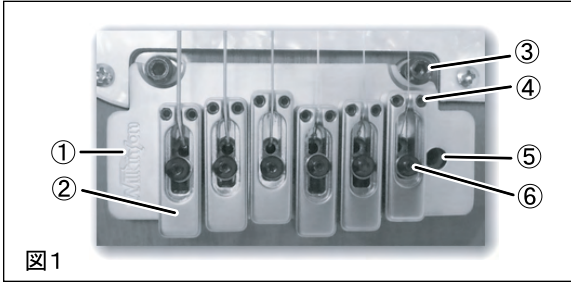

図1
◆トレモロアーム(付属)をトレモロアーム取付穴(図1-⑤)に挿し込みます。
まずネックの反りが適正で、チューニングがされており、かつブリッジが水平になっている状態にしてから行います。このトレモロユニットの特徴として、スタッドボルト(図1-③)、サドル弦高調整スクリュー(図1-④)はともに弦高調整の機能もっています。基本的にはスタッドボルトでトレモロ・ベースプレートの高さを設定し、サドルで各弦高を調整します。
- ・サドル固定スクリュー(図1-⑥)を緩めてロックを解除、サドル弦高調整スクリュー(図1-④)で調整します。
- ・1弦側のスタッドボルト(図1-③)を調整し、トレモロ・ベースプレートを上下させ17フレット上の弦高が2.0mmになるようにします。
- ・1弦側と6弦側のスタッドボルト(図1-③)両方を調整、トレモロ底面がボディ上面に接する程度まで下げます。